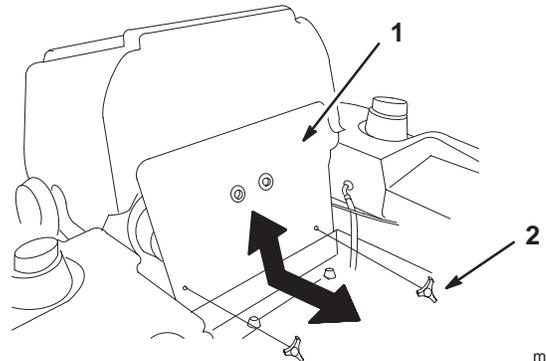

Figure 79
3. Basculez le siège en avant et déposez le panneau avant du moteur (Fig. 79).
7. Posez le panneau avant du moteur (Fig. 79).